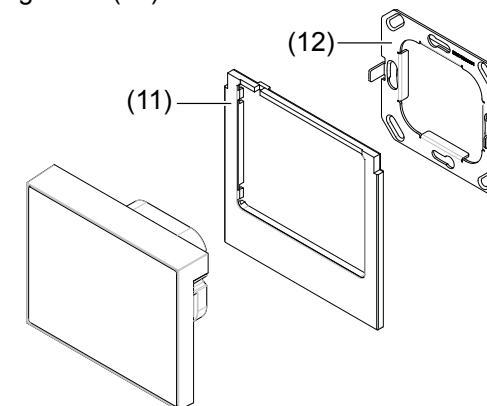

Figura 10: montaggio
■ Applicare la parte posteriore della cornice design (11) e premere sui punti di fissaggio (15) fino a farla scattare.
■ Posizionare l'apparecchio correttamente sull'anello di supporto in modo tale che gli alloggiamenti sull'apparecchio (13) e le punte poste sull'anello di supporto (12) siano perfettamente sovrapposte (figura 10).
■ Premere lentamente l'apparecchio sull'anello di supporto (12) fino a quando le molle di serraggio (16) si innestano nell'anello di supporto e i punti di fissaggio magnetico (14) fissano ulteriormente l'anello di supporto.